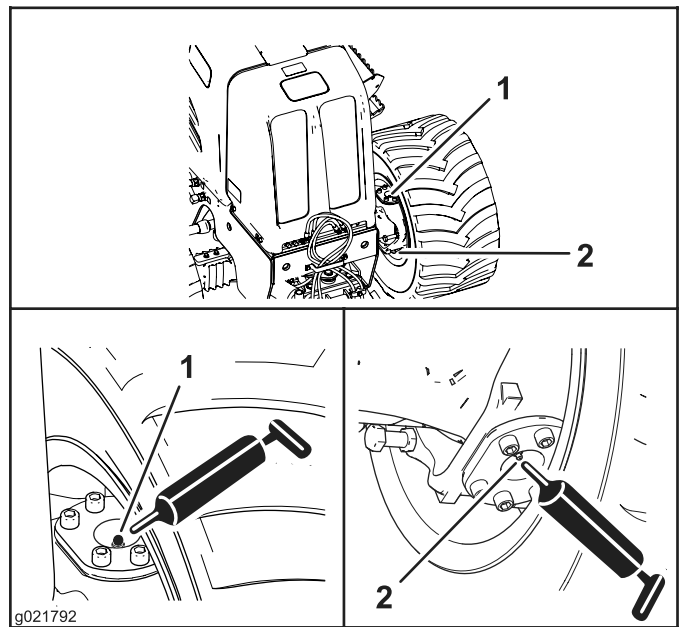
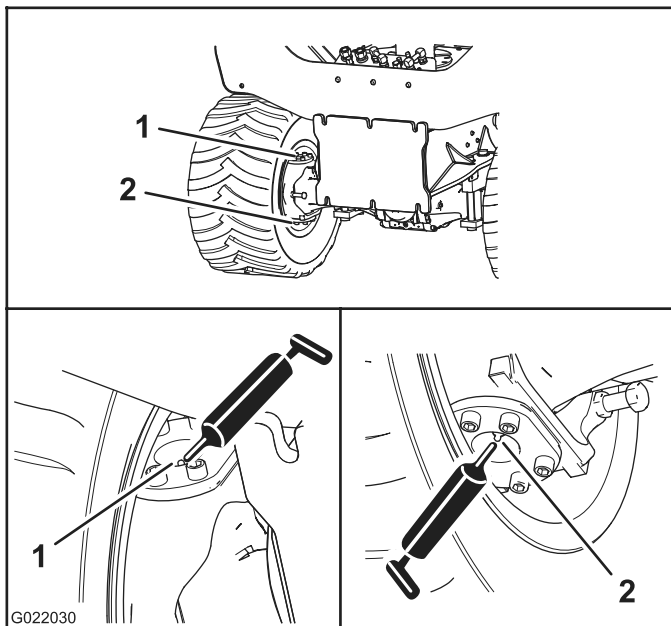

Bild 32
Bild 33
2. Setzen Sie eine Fettpresse auf jeden Schmiernippel für die oberen und unteren Drehzapfen und drücken Sie zwei bis drei Stöße des Fetts auf jeden Schmiernippel ein (Bild 32 und Bild 33).